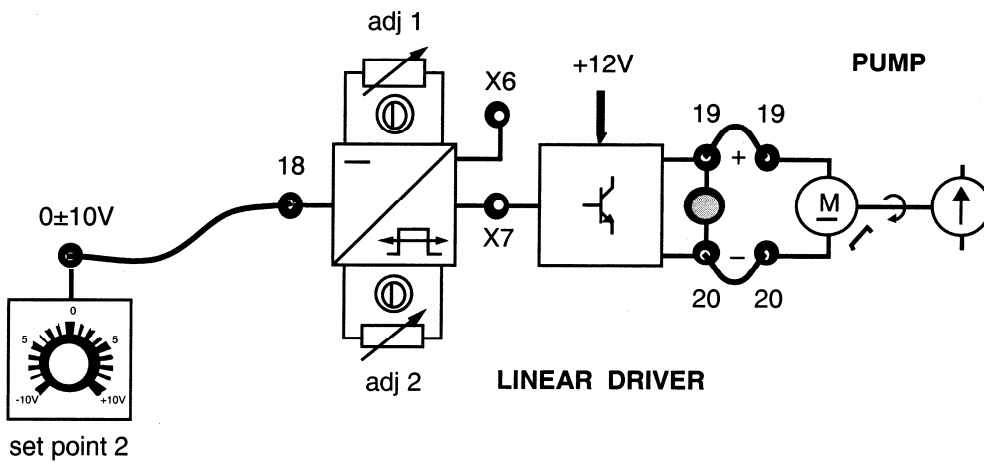

Fig. 8.2
8. Συνδέστε τα Νο 19 και 20 του LINEAR DRIVER (fig8.2)